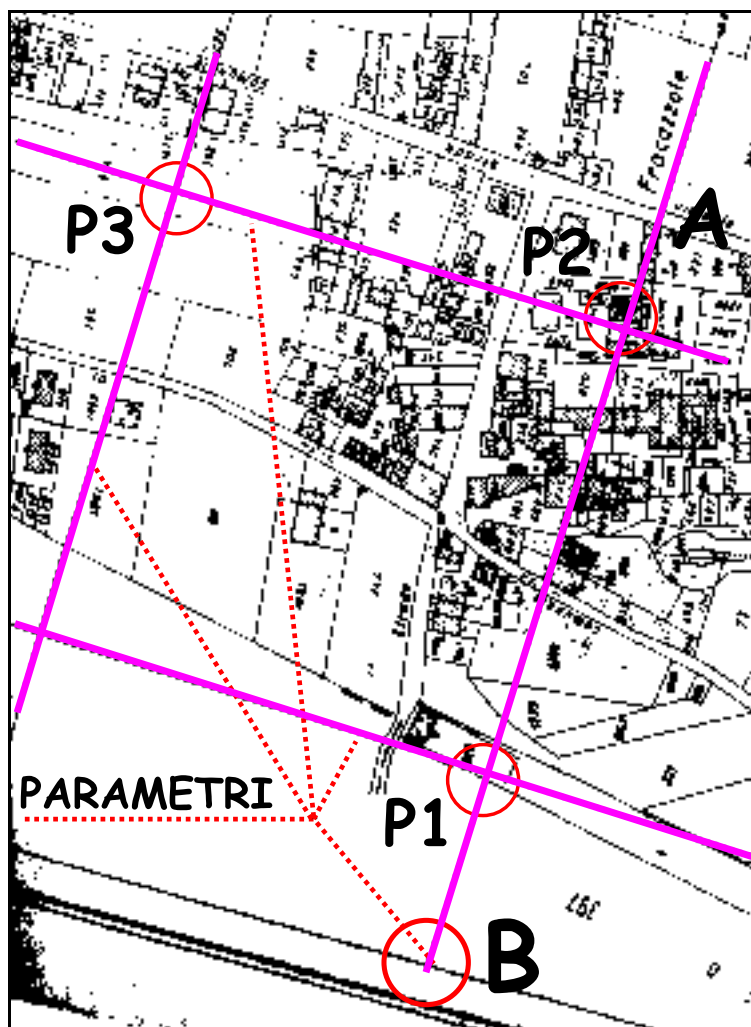

FIGURA 9.2
Con questa utility è possibile ottimizzare degli estratti di mappa letti con scanner, portandoli alle coordinate catastali reali. La procedura esegue sul disegno digitalizzato sopra il raster una rotazione, poi ancora una traslazione ed infine una compensazione lineare sui due assi Nord - Est. Per utilizzare questo tipo di calibrazione, è necessario avere disegnato, prima di leggere la mappa, la griglia di parametri, collegando se necessario, i riferimenti disegnati sul bordo del foglio con delle linee tracciate con estrema cura. Nella figura 9.2 troviamo un primo esempio di mappa, sulla quale sono stati tracciati i parametri ortogonali, riferiti al Sistema Cartografico Generale, del foglio di mappa stesso.
2) Come già evidenziato nella figura 9.2 la Calibrazione per parametri ortogonali utilizza tre punti di riferimento che chiamiamo **P1**, **P2**, **P3**.
di figura 9.2
riprendiamo la figura 9.2 e il punto 5 di questa tabella. Esiste una seconda modalità per l'input dei parametri. In linea di massima, questa può essere più precisa in quanto i punti **P1** - **P2** - **P3** vengono calcolati dall'intersezione di segmenti, con origine ai bordi del foglio. In questo caso, l'impostazione relativa all'Osnap, di cui al punto 11 della tabella va selezionata come Osnap Intersezione.